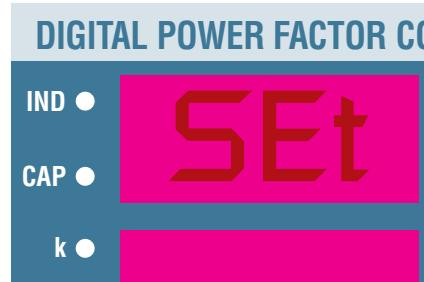

fig. 2
- Sul display comparirà la scritta **SET** ad indicare l'accesso ai parametri del menu base (fig. 2).
- The **SET** caption is shown on the display to indicate access to the parameters of the basic menu (fig. 2).
- El Display muestra el mensaje **SET** indicando el ingreso al set-up de parámetros del menú base (fig. 2).